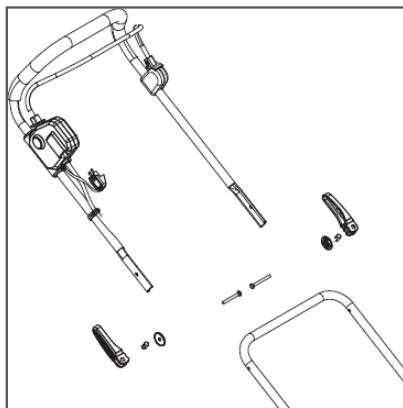

Рис. 3 Установка верхней части рабочей рукоятки
- Установите верхнюю часть рабочей рукоятки на нижнюю. Совместите отверстия. Для закрепления используйте два набора фиксаторов верхней части рукоятки (см. Рис. 3).